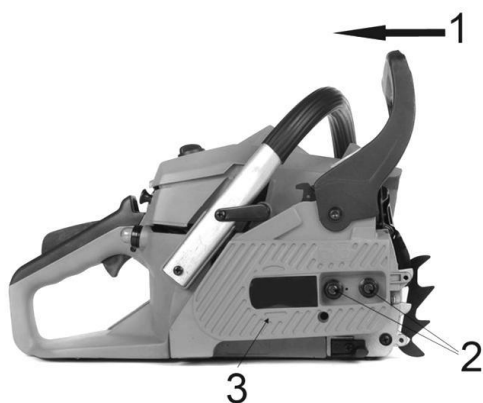

Рис. 2.
Убедитесь, что ручка тормоза цепи (1) сдвинута в положение ВЫКЛ, и тормоз разблокирован (см. Рис. 2).